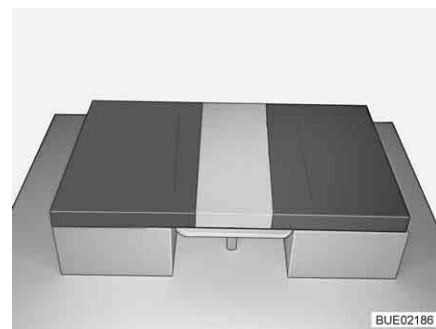

Bild 104 Efter ombyggnaden
- Lägg en ryggdyna mellan sittdynorna på bordet (se Bild 104).